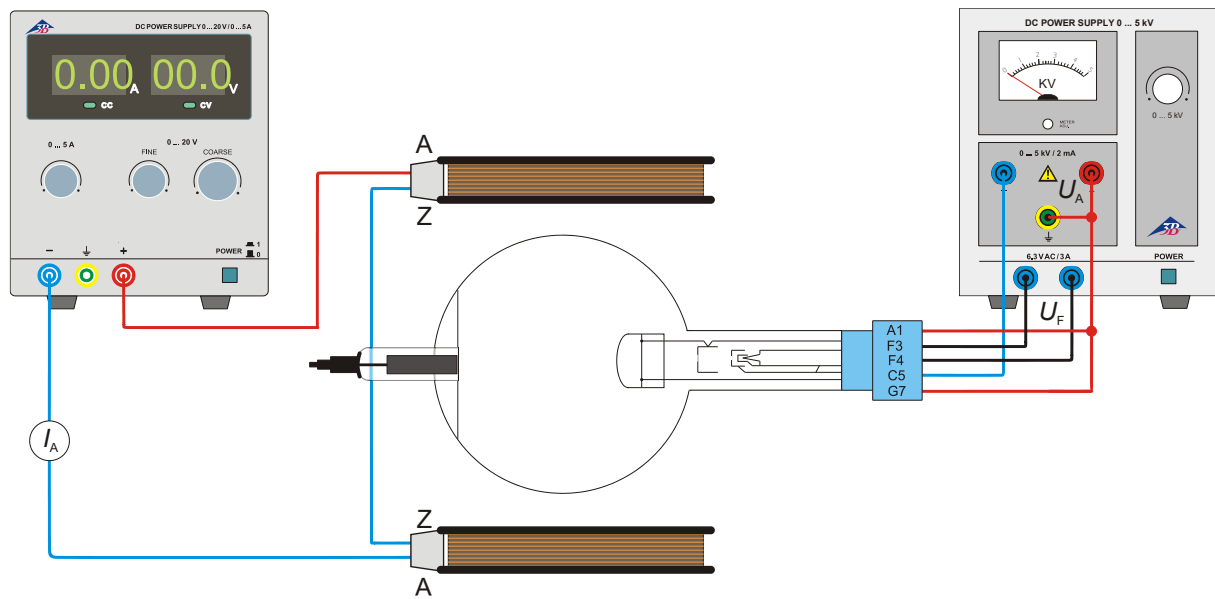

Fig. 3 Évaluation de la charge électronique spécifique e/m
- Procédez au câblage comme le montre la figure 3.